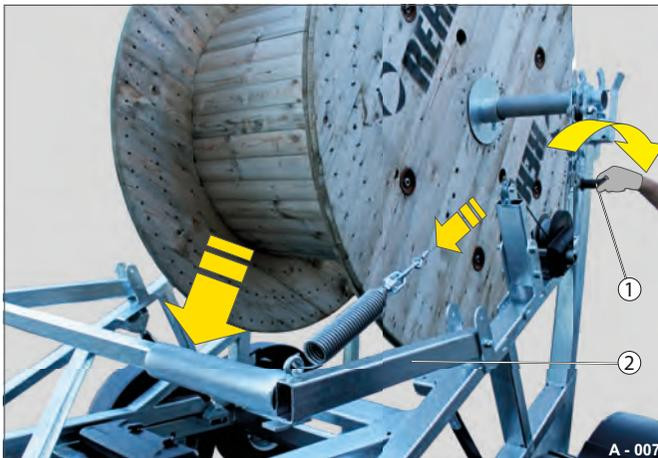

Fig. 25 Abaissement du cadre de freinage
- ▶ Tournez la manivelle (Fig. 25 /1) dans le sens des aiguilles d'une montre.
Le cadre de freinage (Fig. 25 /2) s'abaisse et s'éloigne du touret.